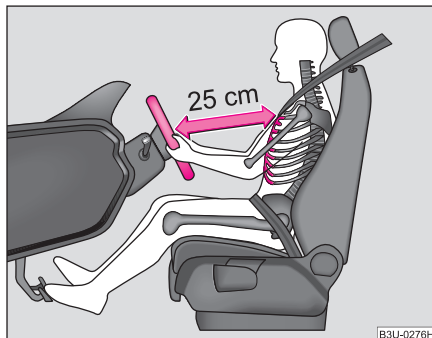

Fig. 132 Distanța corectă a conducătorului față de volan
- Reglați astfel scaunul conducătorului auto încât distanța dintre volan și torace să fie de cel puțin 25 cm ⇒ **fig. 132**.
- Între conducător și volan trebuie să existe o distanță de cel puțin 25 cm ⇒ pagina 149, fig. 132. Dacă nu se respectă această distanță, sistemul airbag nu își poate exercita eficiența maximă – Pericol!